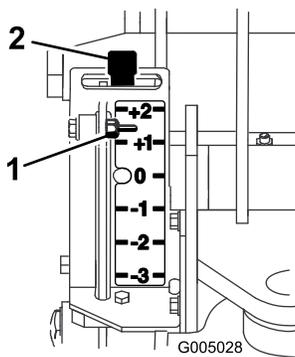
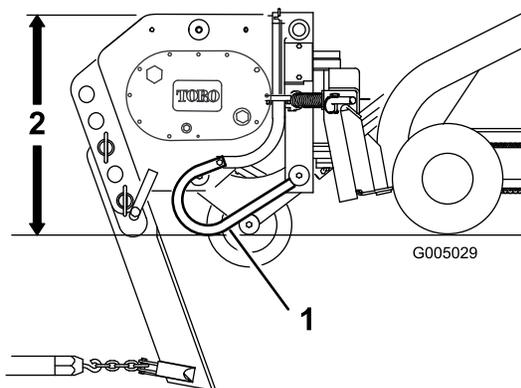

Figure 6
Figure 7
5. Inclinez la plaque de montage de l'accessoire en arrière pour que le haut de l'enfouisseuse soit parallèle au sol (Figure 7).
La jauge est située sur le côté gauche de l'enfouisseuse lorsqu'on se place face au groupe de déplacement. Une tige est placée entre la jauge et le sol. Lorsque l'enfouisseuse est soulevée, l'indicateur de la jauge descend. Des repères sur la jauge montrent le nombre de pouces au-dessous ou au-dessus de la profondeur maximum sélectionnée. La jauge est graduée de +2 à -3 pouces (+5 à -7,6 cm), zéro étant la profondeur maximum sur sol dénudé et -3 correspondant à 3 pouces (7,6 cm) au-dessus de la profondeur maximale. Les Figure 6 et Figure 7 illustrent la jauge.